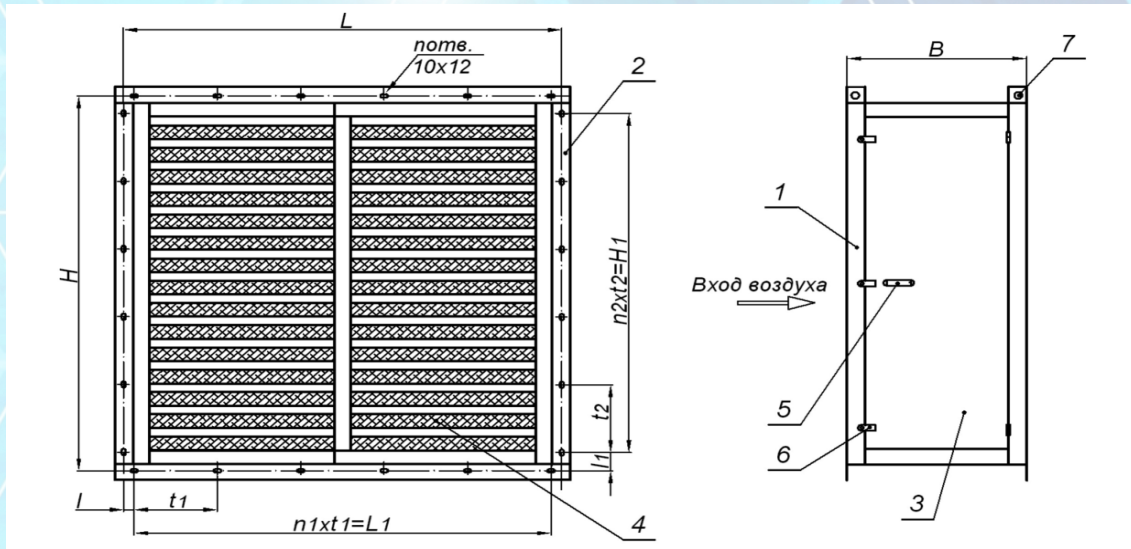

Рис.1. Схема секции угольного фильтра типа СУФ-0
Секция СУФ (рис. 1,2 и 3) состоит из металлического корпуса (1), имеющего фланцы (2) на входе и выходе. Во фланцах имеются отверстия для соединения СУФ с соответствующими фланцами вентиляционной системы на болтах через уплотнительную резину.